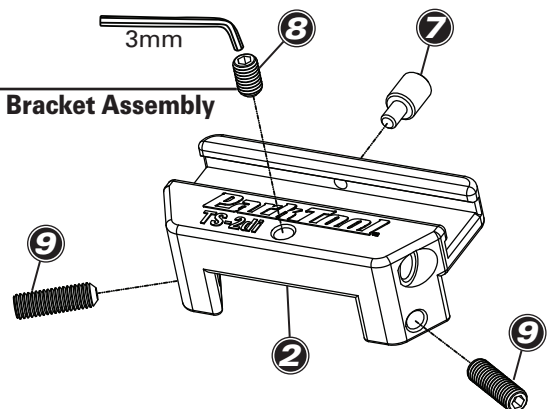

Figure 4
4. Installer le support de fixation sur la plaque maintenant les mâchoires en suivant les indications de la Figure 4. Les deux vis les plus longues (Réf.10) positionnent le support et la vis la plus courte (Réf. 9) fixe le support lorsqu'on la serre.